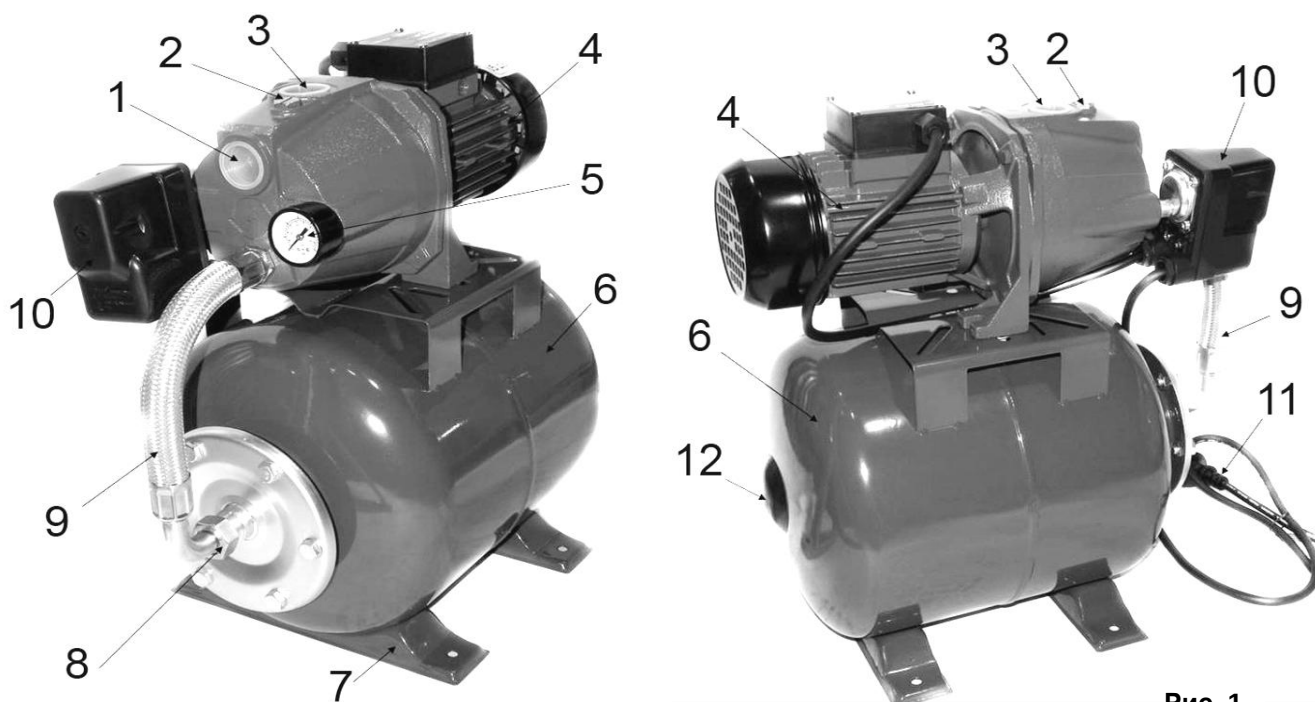

Рис. 1
- Электронасос состоит из насосной части и электродвигателя (4) (См. Рис.1), который крепятся на переходном фланце. Насосная часть - это корпус из чугуна и рабочее колесо.
- Электродвигатель (4) - асинхронный, закрытого типа с наружной вентиляцией. На электродвигателе установлена распределительная коробка, в которой находятся конденсатор и клеммные колодки для соединения электродвигателя с кабелем электропитания.
- Гидроаккумулятор (6) предназначен для аккумуляции воды под давлением и сглаживания гидроударов. Состоит из резервуара со сменной резиновой мембраной и имеет пневмоклапан для закачки воздуха.
- Реле давления (10) служит для автоматического включения и выключения насоса в зависимости от давления воды в системе.
- Манометр (5) предназначен для визуального контроля давления в системе.
- После прекращения отбора воды потребителями, давление воды в системе растет до верхнего предела настройки реле давления (10).
- Реле давления (10) автоматически выключает насос.
- В отверстия напорного и, соответственно, всасывающего патрубка (3) и (1) (См. Рис.1; 2) установите штуцера или другие соединительные элементы водопроводной системы (в комплект поставки не входят), обеспечив герметичность соединения.
- Перед запуском насосной станции необходимо убедиться в наличии давления (1,5 - 2 бар) в ресивере (6)(См. Рис.1).
- Выкрутите пробку заливного отверстия (2)(См. Рис.1).
- Закрутите заливную пробку (2)(См. Рис.1).